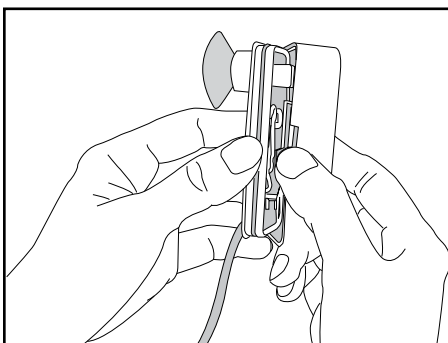
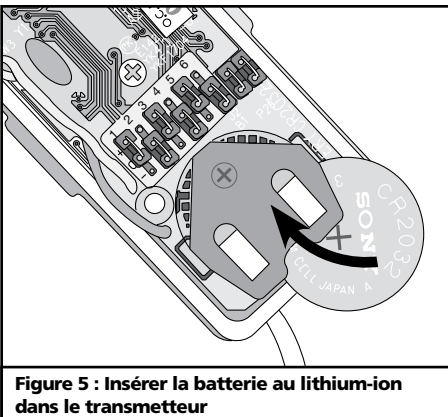

Figure 4 : Ouvrir le couvercle supérieur du transmetteur
Figure 5 : Insérer la batterie au lithium-ion dans le transmetteur
11. La DEL verte clignotera puisqu'il n'y a plus de transmetteur actif. Retirer le couvercle supérieur du transmetteur avec une pièce de monnaie ou un tournevis (Fig. 4) et insérer la pile de lithium de 3 volts (Fig. 5).
Retirer le couvercle supérieur du capteur et insérer la pile de lithium 3V au transmetteur (Fig. 5).